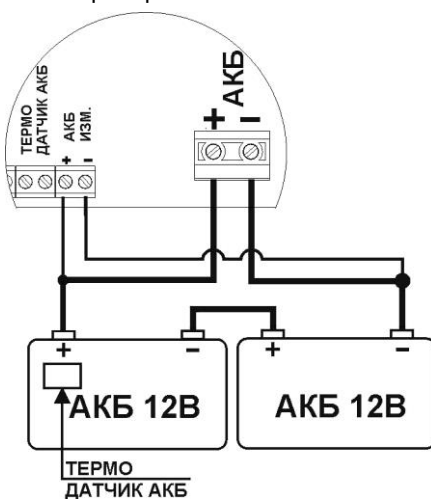

Рисунок 5 - Схема соединения аккумуляторов
- подключите внешнюю АКБ состоящую из 2-х батарей соединённых последовательно к изделю, соблюдая полярность, кабели для подключения внешней АКБ (см. рис. 5) входят в комплект поставки;